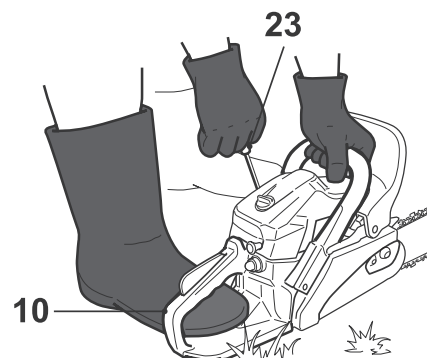

Fig. 25
- > Sujete el producto firmemente al suelo y coloque el pie en la protección trasera (10).
- > Tire lentamente del mango de la cuerda de arranque (23) con la mano derecha hasta que sienta una resistencia definitiva y luego empuje fuerte y enérgicamente. Repetir 4 o 5 veces consecutivas (Fig. 25). Durante esta primera etapa de puesta en marcha del arranque, este se carga para desarrollar la potencia de arranque en la última etapa de la puesta en marcha.